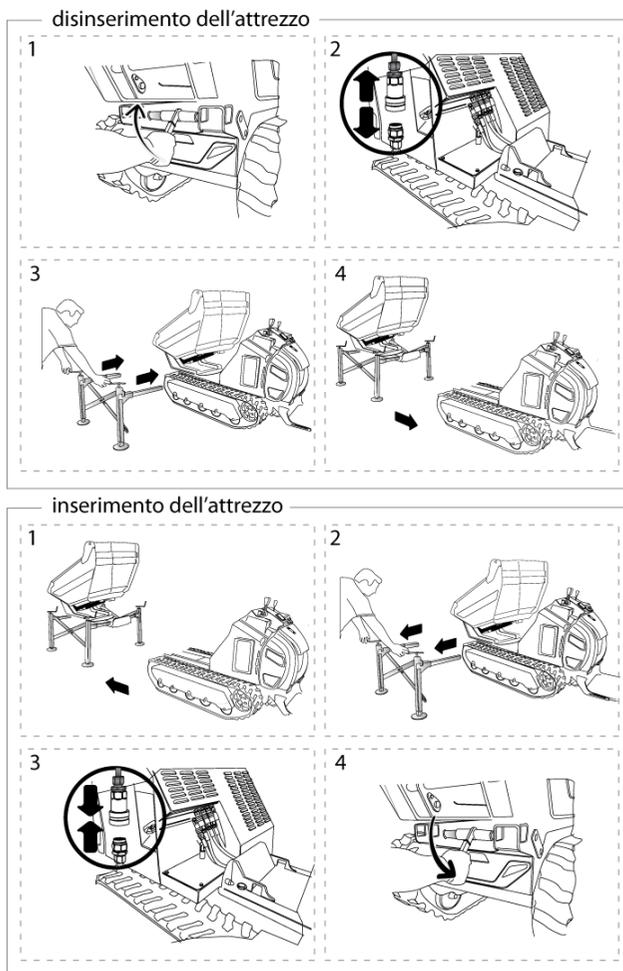

fig. 14 –Rappresentazione del sistema di sgancio e aggancio rapido degl'attrezi
fig. 14 b –aggancio innesti rapidi
**ATTENZIONE:** Potrebbe succedere che l'inserimento degli innesti tra di loro risulti difficile da effettuare, pulire bene l'area interessata, scaricare le leve **3** secondo la procedura sopra indicata e riprovare (vedi fig. 14 b)